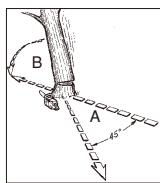

Bild. 11A
**ACHTUNG:** Vor dem Schneiden sollte ein Rückzugspfad (A) geplant und freigelegt werden. Der Rückzugspfad sollte nach hinten und diagonal zur Rückseite der erwarteten Fallrichtung verlaufen, wie in Bild.11A dargestellt ist.
**HINWEIS:** Die Fallrichtung (B) wird vom Kerbschnitt bestimmt. Berücksichtigen Sie vor dem Schneiden die Anordnung größerer Zweige und die natürliche Neigung des Baumes, um den Fallweg des Baumes abzuschätzen.
**ACHTUNG:** Wenn der Fällschnitt sich dem Ankerpunkt nähert, beginnt der Baum zu fallen. Sobald der Baum zu fallen beginnt, ziehen Sie die Säge aus dem Schnitt heraus, stoppen Sie den Motor, legen Sie die Kettenäge ab und verlassen Sie den Bereich über dem Rückzugspfad (Bild. 11A).